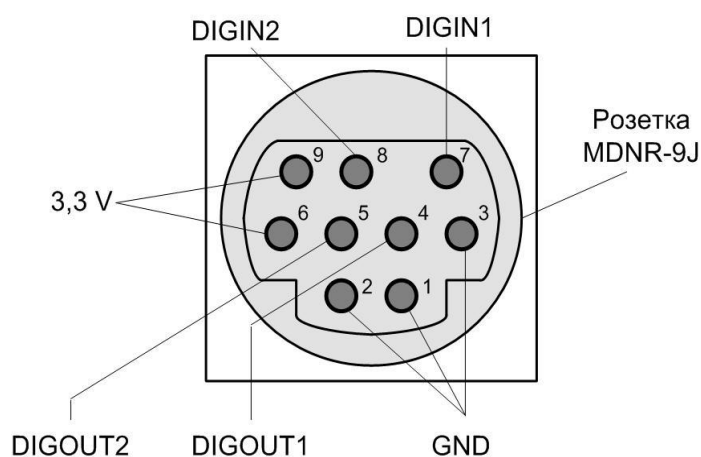

Рис. 3-6. Разъём SYNC крейтов LTR-EU, LTR-CEU
Разъём SYNC имеет два цифровых входа DIGIN1 и DIGIN2, два цифровых выхода DIGOUT1, DIGOUT2, три контакта цифровой земли GND, два выхода 3,3 V питания внешнего устройства (рис. 3-6). У всех крейтов LTR-EU этот разъём имеет одинаковое назначение контактов и цоколёвку.
- разъём синхронизации "SYNC" (рис. 3-6).
- разъём синхронизации (кабельная часть разъёма синхронизации – в комплекте поставки крейта, п. 2.4), описание разъёма см. на рис. 3-6, табл. 3-3.
Разъём SYNC имеет два цифровых входа DIGIN1 и DIGIN2, два цифровых выхода DIGOUT1, DIGOUT2, три контакта цифровой земли GND, два выхода 3,3 V питания внешнего устройства. У всех крейтов LTR-EU этот разъём имеет одинаковое назначение контактов и цоколёвку (рис. 3-6, стр. 53).
- разъём синхронизации SYNC (кабельная часть разъёма синхронизации – в комплекте поставки крейта, п. 2.4), описание разъёма см. на рис. 3-6, табл. 3-3;
Тип, цоколёвка и назначение контактов разъёма синхронизации SYNC полностью соответствует аналогичному разъёму крейтов LTR-EU, согласно рис. 3-6 и табл. 3-3 на стр. 53.